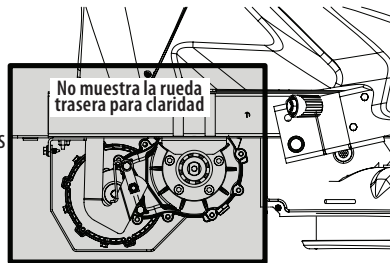

Figura 14
- Limpie alrededor y cerca de la transmisión y el eje. Vea la Figura 14.